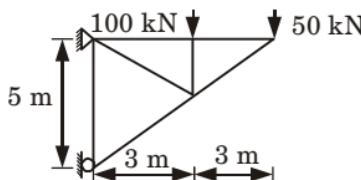

Fig. 2.9.1.
**Que 2.9.** Analyze the truss shown in Fig. 2.9.1.